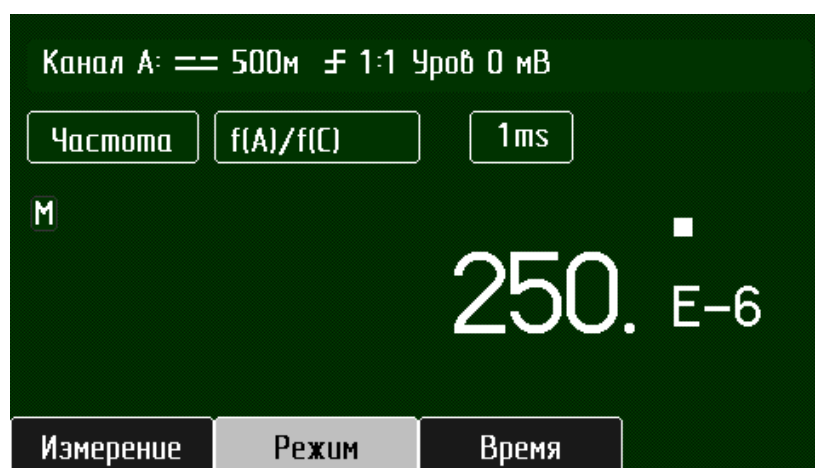

Рисунок 3.20 – Вид экрана для режимов измерения "f(A)/f(C), f(B)/f(C)"
- "Режим" - режим измерения "f(A)/f(C)" ("f(B)/f(C)") (рисунок 3.20);